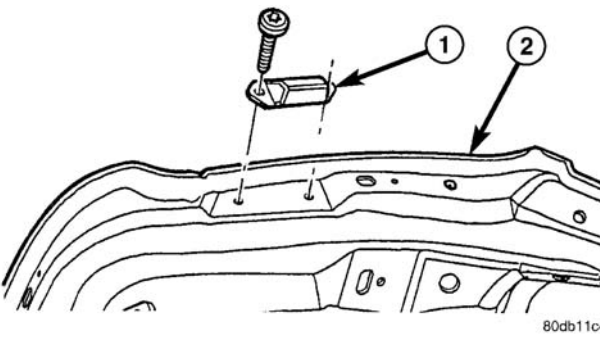

图 10 举升门止动块—举升门侧
- (1) 打开举升门。
- (2) 拆卸举升门止动块举升门侧安装螺栓（图10）。
- (3) 拆卸举升门止动块。
- (1) 将举升门止动块放置到位。
- (2) 安装将举升门止动块固定至举升门的螺栓（图 10）。
- (3) 关闭举升门。